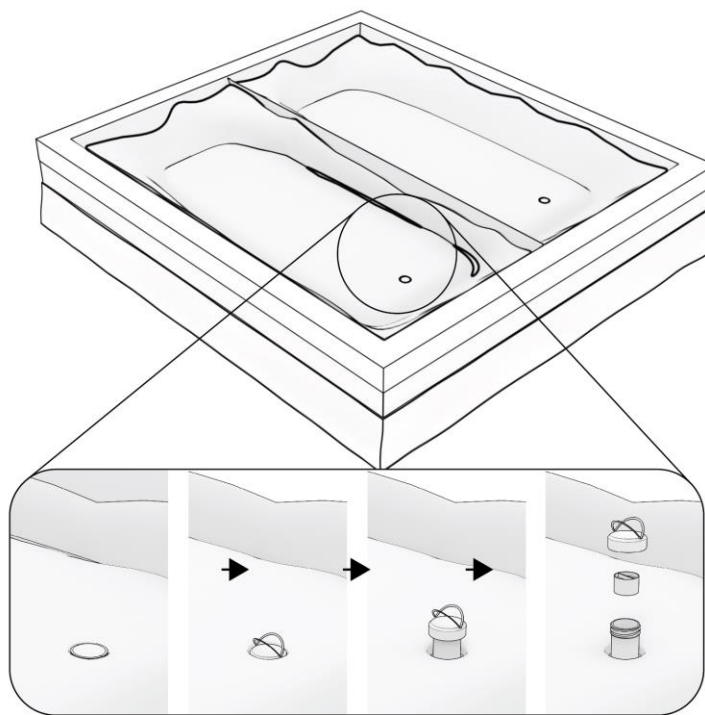

Abbildung 10: Positionierung der Wassermatratzen und Öffnen der Einfüllkappen.
Schritt 10. Falten Sie die Wassermatratze aus und legen Sie diese über die Sicherheitsfolie. Achten Sie darauf, dass sich die Füllkappen oben und am Fußende des Bettes befinden. Öffnen Sie die Verschlusskappen der Matratze, indem Sie diese mit einer Drehbewegung herausziehen. Danach kann die Kappe abgeschraubt und vom Verschluss entfernt werden, wie in Abbildung 10 dargestellt. Legen Sie die Schraubkappe und den Stöpsel vorerst zur Seite.
Schritt 11. Achten Sie darauf, dass die Matratze gut über das Bett gespannt ist und keine Falten oder Knicke aufweist. Die Matratze sollte an den Ecken der Schaumstoffkanten und bei einem Duo an der Trennwand anliegen, wie in Abbildung 10 dargestellt.